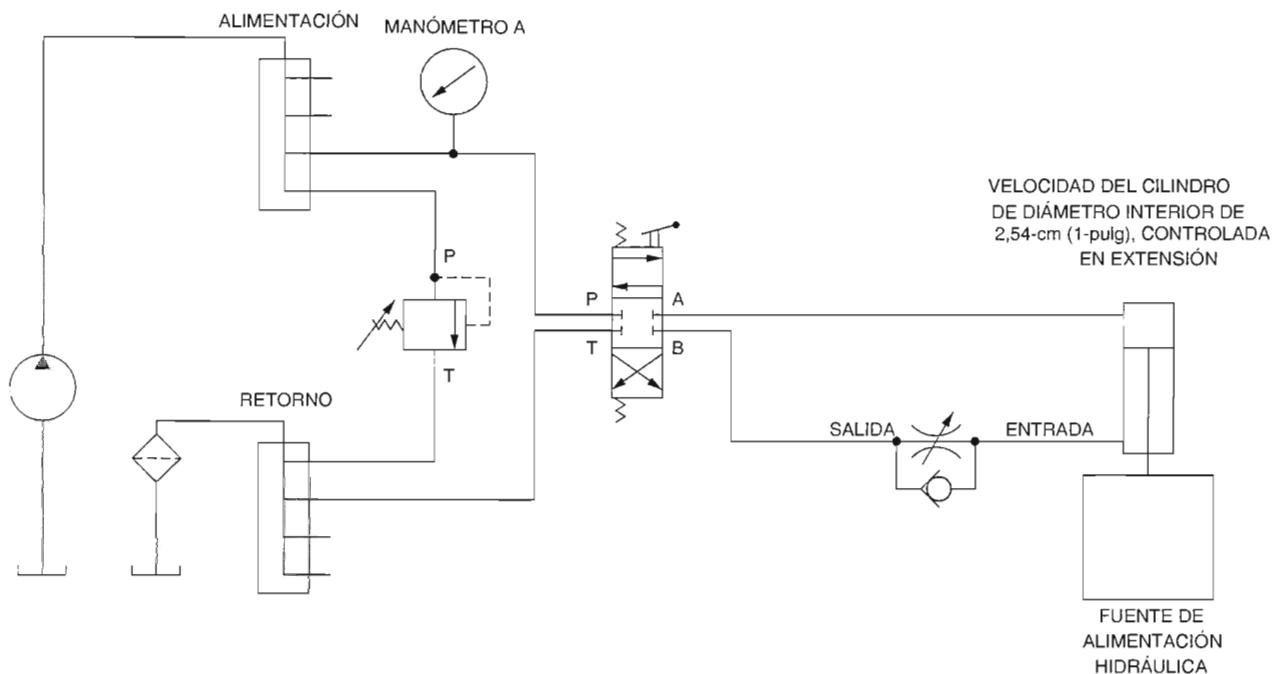

Figura 2-34. Circuito de regulación de salida con carga excesiva.
- ☐ 53. Conecte el circuito utilizado para elevar la fuente de alimentación hidráulica mostrado en la Figura 2-34. La válvula de control de flujo no compensada restringirá el flujo que sale del cilindro.